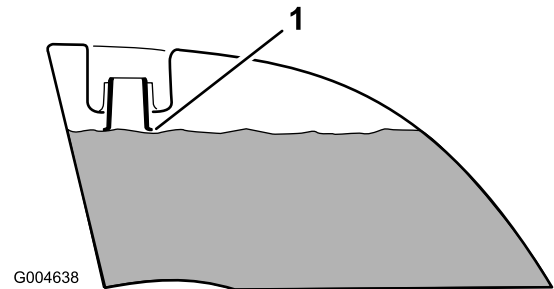

Figura 41
4. Añada combustible a ambos depósitos hasta que el nivel llegue al extremo inferior del cuello de llenado (Figura 41). No llene demasiado los depósitos.